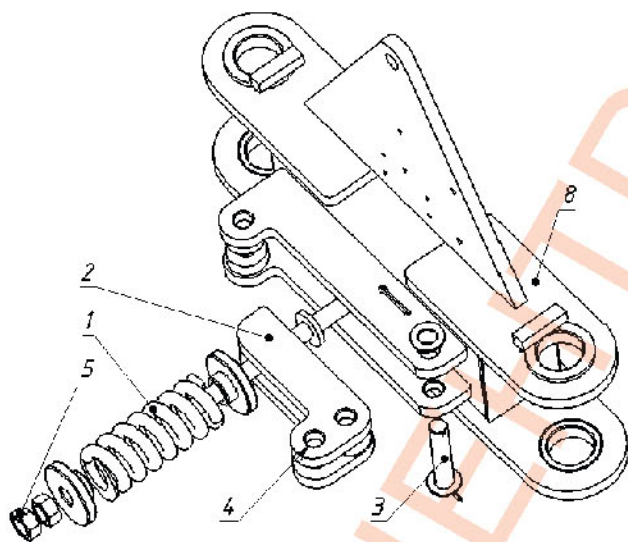

Рисунок 8.8.2.1 Вставка. Механизм подпружиненного рычага.
8.8.2 Для обеспечения копирования рельефа почвы крайними секциями поз.9,10 в рабочем положении, на вставке поз.8. применен механизм подпружиненного рычага. При уклоне полей больше 6° на ширину захвата, угол наклона крайних секций регулируется увеличением жесткости пружины поз.1. при помощи затяжки гаек поз.5 (Рисунок 8.8.2.1),